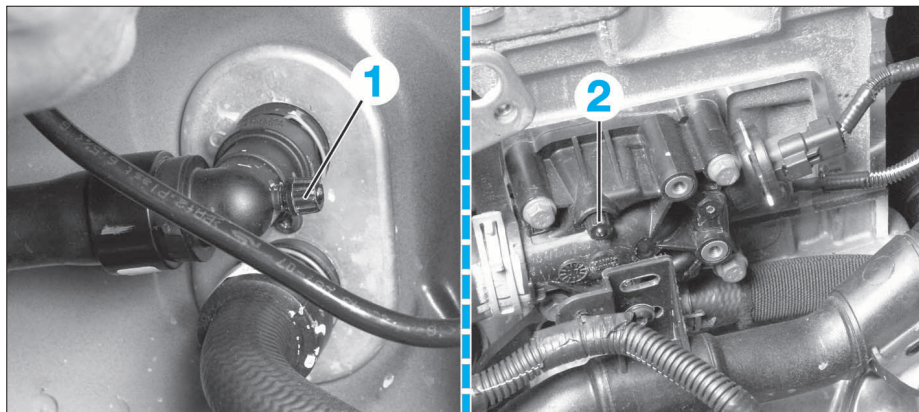

FIG. 32
de chauffage et sur le boîtier de sortie d'eau (2) (Fig.32).
- Ouvrir les vis de purge des (1) et (2) (Fig.32).